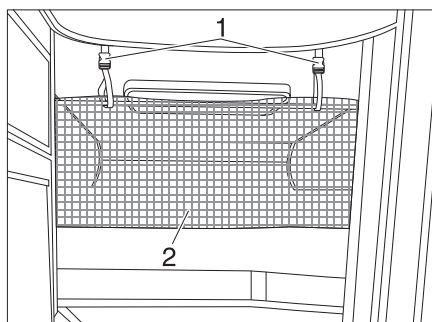

Bild 168 Skyddsnät
Skyddsnätet är standard (Bild 168,2). Det ligger mellan madrassen och ribbotten. Skyddsnätet ska först monteras när personen som ska sova där befinner sig i sängen.
- Haka fast fästbanden (Bild 168,1) i hållarna i taket.